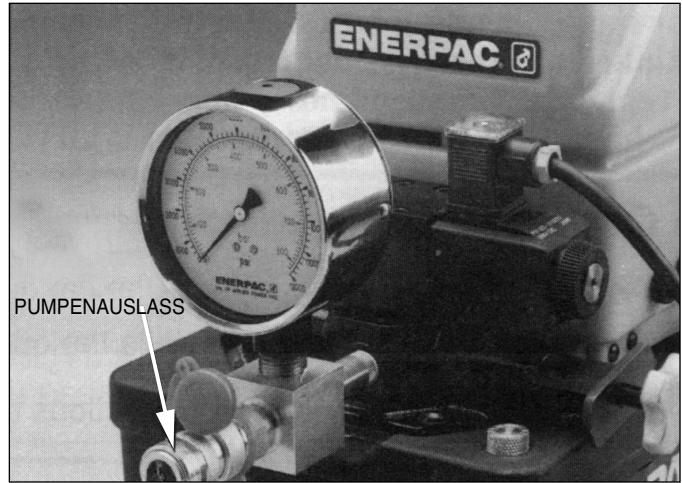

Abbildung 2 - Pumpenauslass (einfachwirkend)
1. Kuppeln Sie den Schlauch am Pumpenauslass, der in Abb. 2 dargestellt ist. VERGEWISSEN SIE SICH, dass Sie einen Schlauch mit der Aufschrift „ENERPAC 800 SERIES - 800 BAR/11,600 PSI MAX“ verwenden. Drehen Sie die Sicherheitsringe mit der Hand fest.